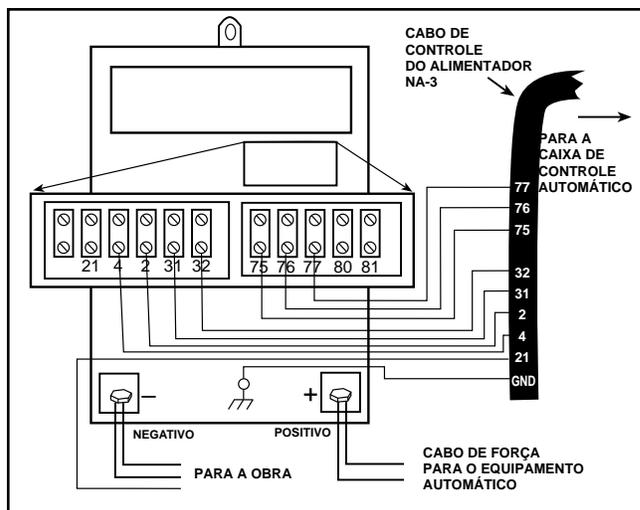

FIGURA C.5 - CONEXÃO DO ALIMENTADOR NA-3 À IDEALARC DC-600
3. Conecte o cabo de controle do alimentador à barra de terminais da IDEALARC DC-600 como mostrado na Figura C.5.
NOTA: O diagrama de conexão da Figura C.5 mostra a conexão positiva do arame. Para trocar a polaridade: